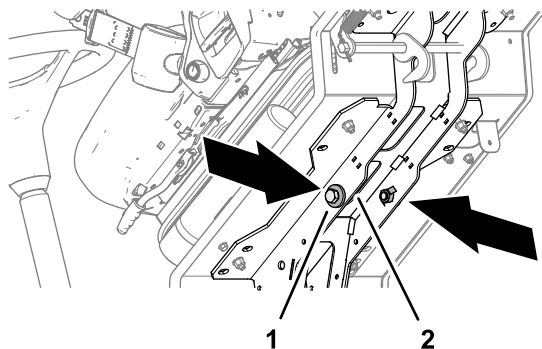

Figura 50
6. Riponete i 2 bulloni (12 x 40 mm) e le 2 rondelle (12 mm) che si trovano nelle guide di supporto della pedana (Figura 50).